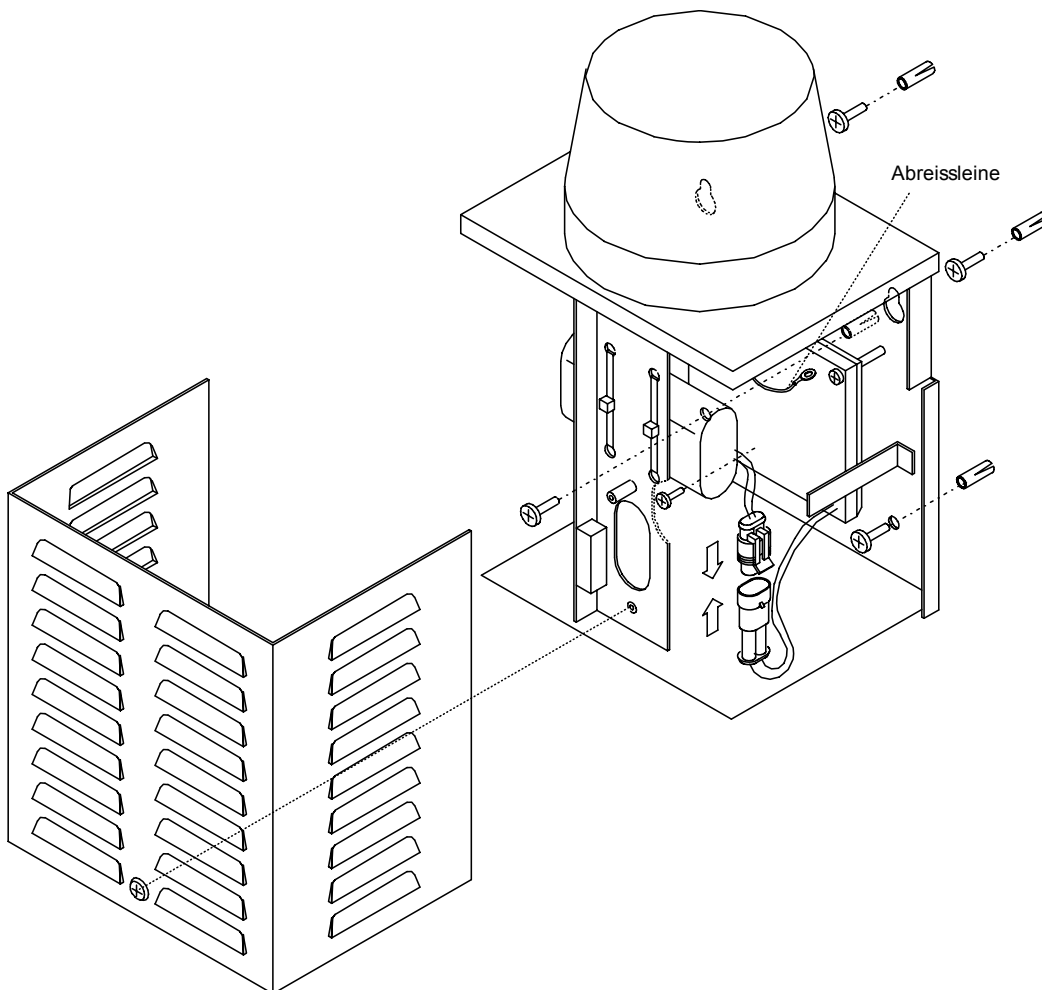

Bild 46: Aufbau der Funk-Außensirene
5. Schließen Sie die Außensirene wie nachfolgend beschrieben an (siehe hierzu Bild 46).